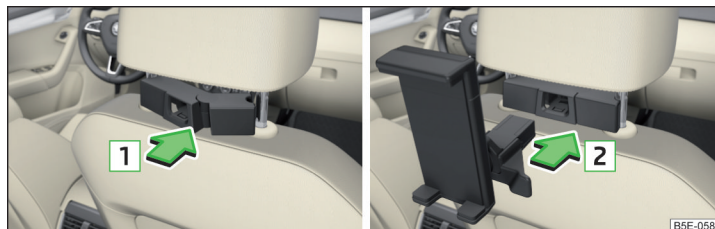

Abb. 122 **Einsetzen: Adapter / Halter**
- Zum **Einsetzen** den geöffneten Adapter an die Führungsstangen der Kopfstütze vorn ansetzen und in Pfeilrichtung **1** einclipen » **Abb. 122** » **!**